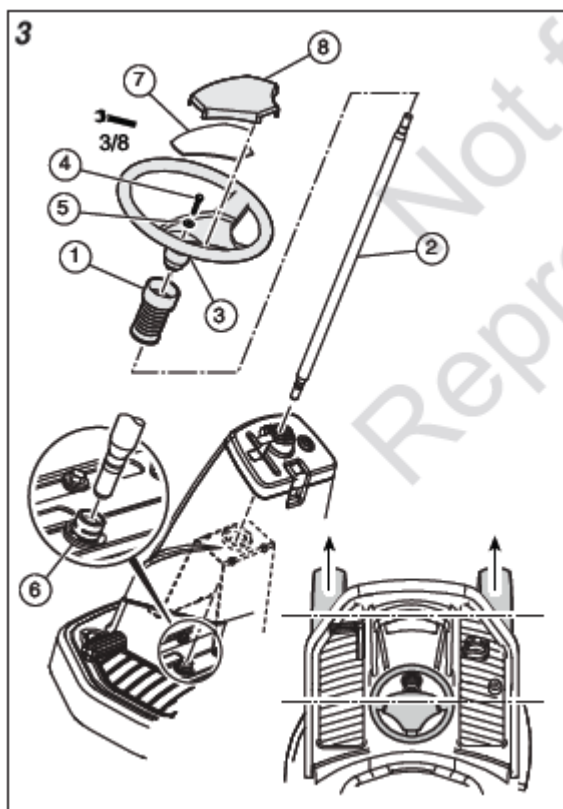

Рис. 3
1. Убедитесь, что передние колеса установлены прямо (см. рис. 3).
2. Наденьте на консоль гофрированный чехол (1) (см. рис. 3).
3. Вставьте в консоль рулевую колонку (2).